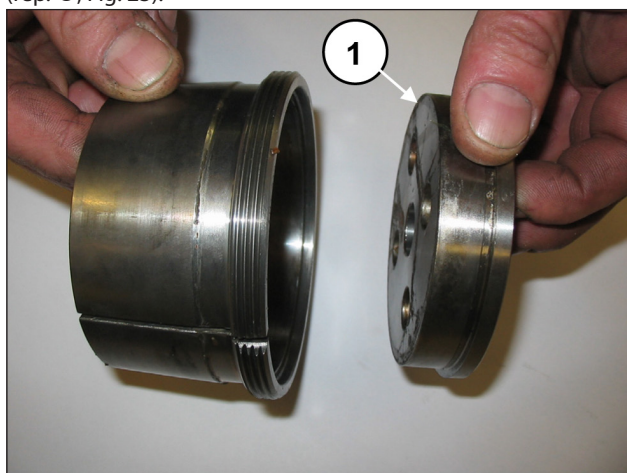

Fig. 23
Dévisser les vis des deux couvercles du support de coussinet (rep. ①, Fig. 23).